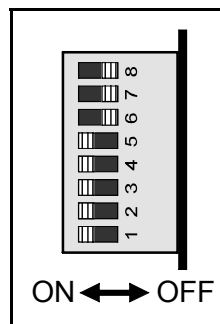

Fig. 2
- Verificare che i DIP Switches da 1 a 5 siano in posizione ON e quelli da 6 a 8 in posizione OFF (fig. 2).